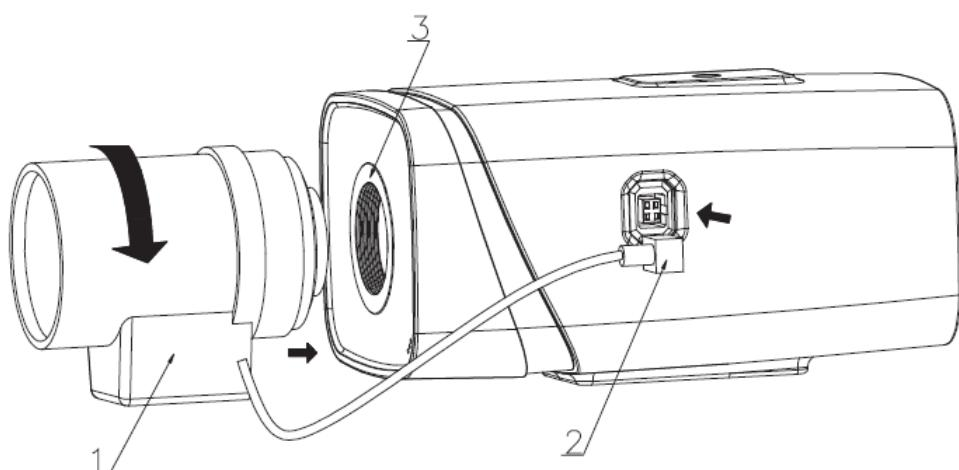

Рисунок 5.1 — Присоединение объектива
1. Присоедините объектив в соответствующее гнездо, предварительно сняв колпачок защиты матрицы видеокамеры. Поверните объектив по часовой стрелке для надежного закрепления (Рисунок 5.1).